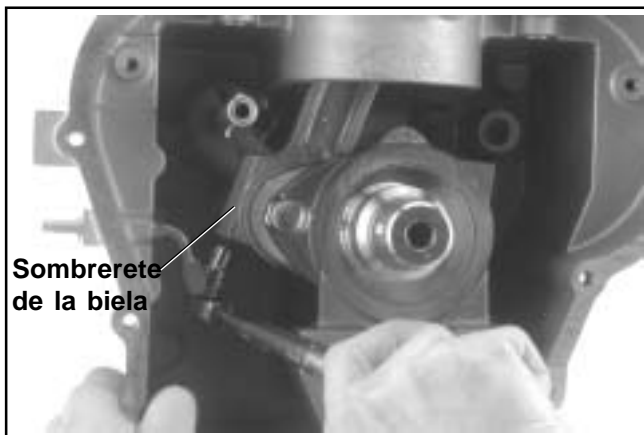

Figura 10-19. Apriete de los tornillos de la biela.
4. Instale los tornillos hexagonales con resalte y apriete en dos tiempos, primero hasta **5,5 Nm (50 in lb)**, y finalmente hasta **11,5 Nm (100 in lb)**. Ver Figura 10-19.